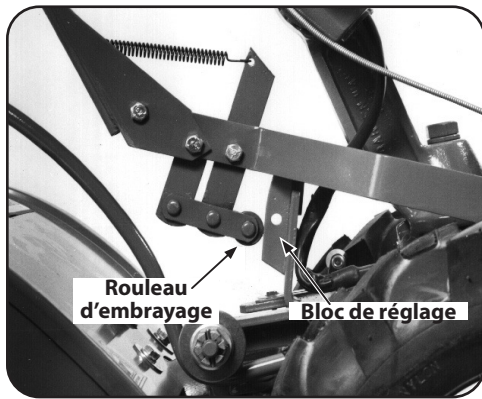

Figure 3-12
- Pour vérifier la marche arrière, levez et déplacez le levier jusqu'à la position de marche arrière; puis, relâchez-le. Le levier doit revenir automatiquement à la position neutre. Voir Figure 3-12. Si ce n'est pas le cas, n'utilisez pas le motoculteur. Contactez votre concessionnaire agréé ou appelez le service technique de Troy-Bilt pour connaître la marche à suivre.